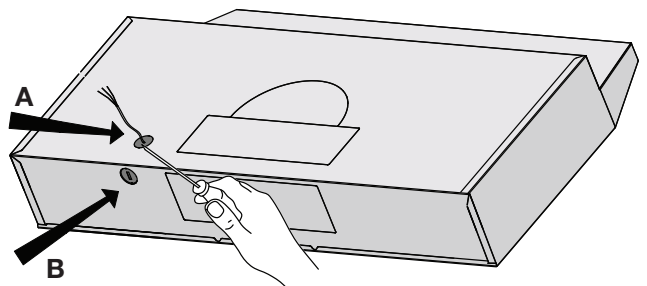

Figure 3
- Utiliser l'outil fourni pour percer le trou de câblage. Il y a deux trous. Veuillez choisir le trou A ou le trou B selon vos besoins en matière de câblage (voir figure 3).